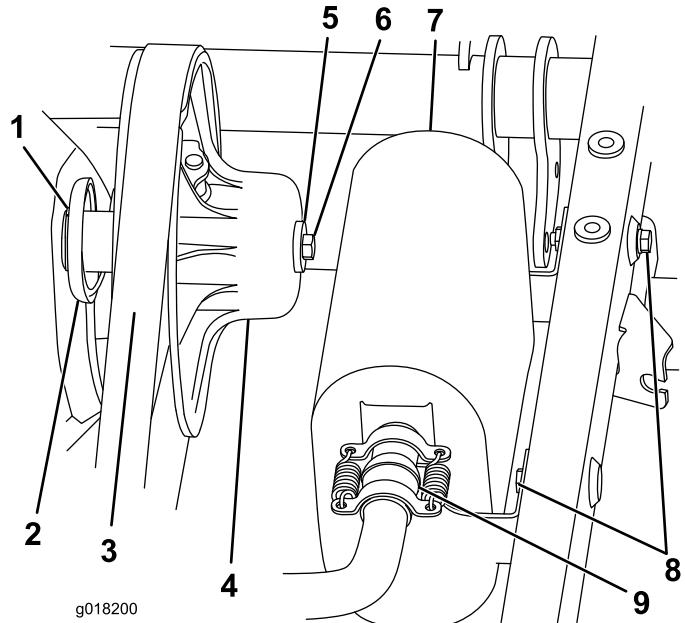

Figura 8
3. Desconecte los dos muelles que sujetan el silenciador al sistema de escape, retire las dos fijaciones que sujetan el silenciador al bastidor, y retire el silenciador (Figura 8).
4. Retire la correa del embrague secundario (Figura 8).
5. Retire el perno y la arandela escalonada que sujetan el embrague y retire el embrague del transeje (Figura 8).